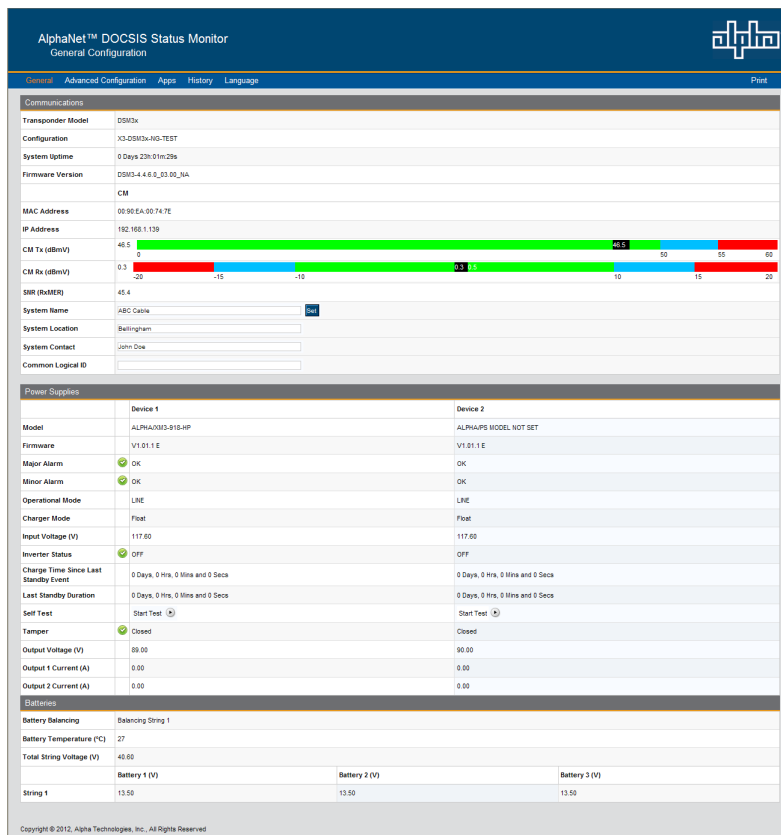

Fig. 2-25, Página Web de la serie DSM3
4. Aparecerá la página de inicio del servidor Web del transpondedor (Fig. 2-25). **Aviso: Para las unidades serie DSM3, esto puede demorar hasta 45 segundos cuando el transpondedor se enciende inicialmente sin conexión RF.**